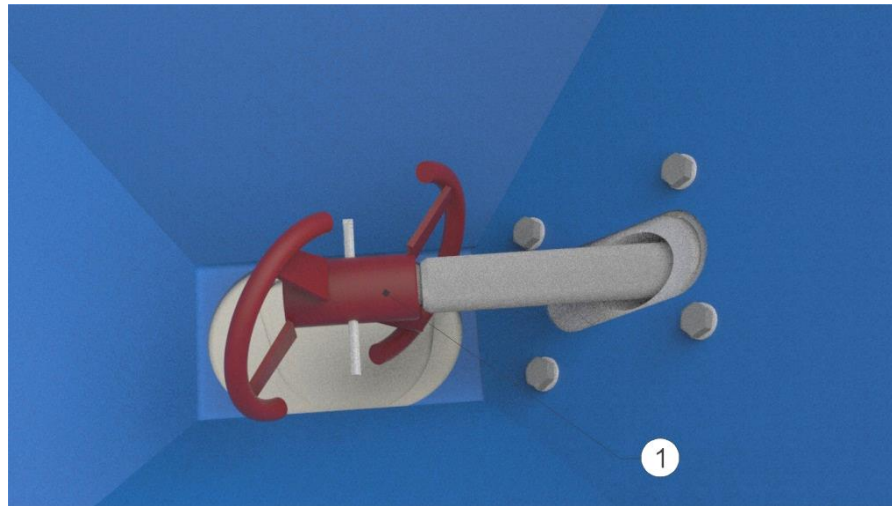

Рис. 4
2.4.4. Шнекоподібний зворушувач (Рис. 4 поз.1) забезпечує рівномірне просипання добрива до розподільчих дисків. Повільно обертаючись, спіралеподібні сегменти зворушувача рівномірно транспортують добриво до відповідного вихідного отвору.